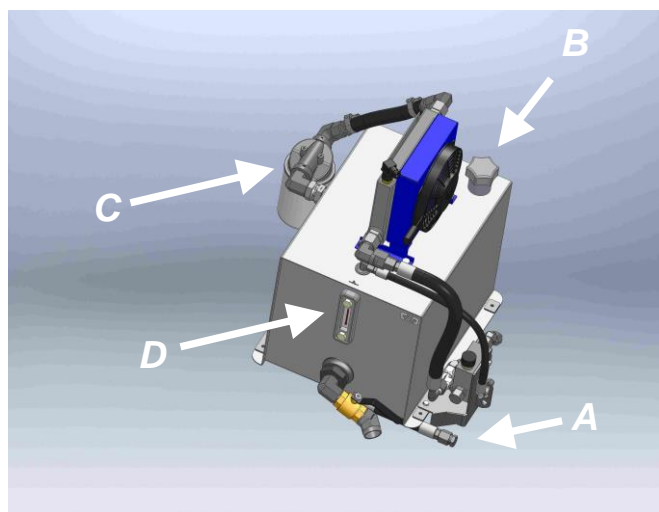

Figure 23C
- ☞ Réservoir d'huile [Figure 23C] de l'option pompe PDF utilise de l'huile trans-hydraulique claire . Contenance : 70 litres.
Changer l'huile et le filtre du réservoir [figure 23C] du système d'entraînement pompe PDF au début de chaque saison des semis ou d'application. Les changements de température durant la saison morte provoquent de la condensation sur les parois de la transmission, réduisant ainsi l'efficacité de la lubrification.
Pour vidanger l'huile, enlevez le bouchon de vidange [figure 23C, **A**] au bas du réservoir. Pour faciliter l'écoulement, enlevez le bouchon de remplissage [figure 23C, **B**] et le filtre [figure 23C, **C**]. Réinstallez le bouchon de vidange et un nouveau filtre, puis remplissez le réservoir avec de l'huile trans-hydraulique claire jusqu'au niveau
recommandé, environ 70 litres. Une fenêtre indique le niveau d'huile à froid [figure 23C, **D**]. Vérifiez le niveau d'huile à tous les jours, remplir au besoin.